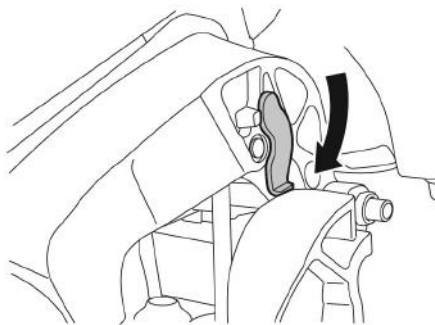

Рис. 39 Упорный рычаг
3. Только для моделей F50FEL-T-EFI, F60FEL-T-EFI и F100EFI-F115EFI: для фиксации подвесного лодочного мотора в крайнем верхнем положении (для разгрузки механизма электрического подъемника на время продолжительной стоянки) опустите упорные рычаги с обеих сторон мотора (Рис. 39). Нажмите на кнопку управления электрическим подъемником в положение DN (вниз) и осторожно опустите мотор на упорные рычаги. Мотор должен остаться в подвешенном положении.